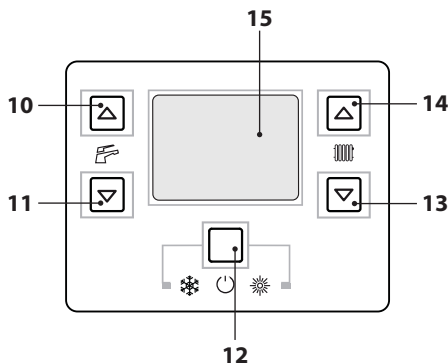

Рисунок 8.2
- войти в "режим программирования", нажав одновременно и удерживая в течение 10 секунд кнопки 12-13-14 (Рисунок 8.2), до появления на ЖК дисплее кода **P01**, который сменяется значением параметра, указывая на вход в "параметр 01" (Рисунок 8.3);
- чтобы подтвердить внесенное значение, нажать кнопку 12 (Рисунок 8.2);
- при одновременном нажатии кнопок 12 и 13 (Рисунок 8.2), происходит выход без изменения значения (возврат к перечню па-
- при одновременном нажатии и удерживании в течение 10 секунд кнопок 12-13-14 (Рисунок 8.2) происходит выход из "режима программирования";